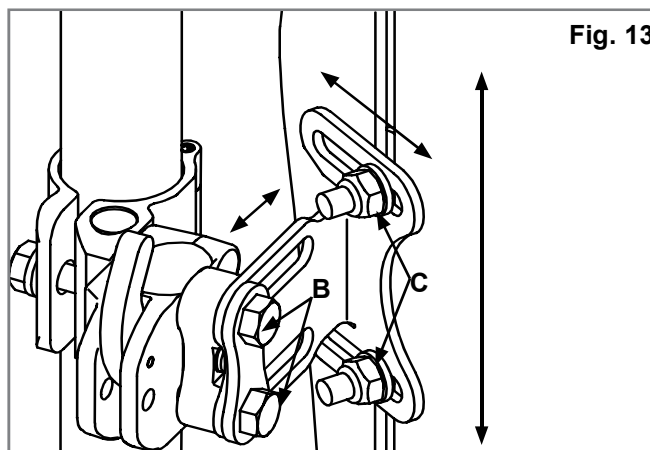

Fig. 13
- Juster ryglænet til den ønskede position, (Fig. 13), dybde, hældning og højde, og stram derefter med hånden skruer (B) og møtrikker (C).